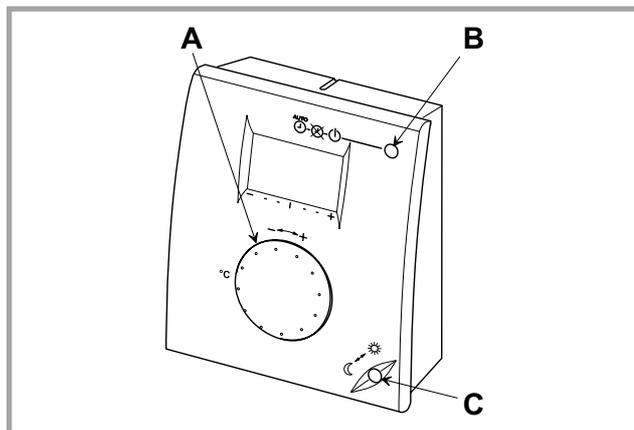

Fig. 36 - Sonde d'ambiance
- Si la correction est inférieure à 3 °C, agir soit sur le bouton de correction (A, fig. 36) de la sonde d'ambiance, soit sur la valeur de consigne normale du régulateur (rep. 6 et 12, fig. 35).